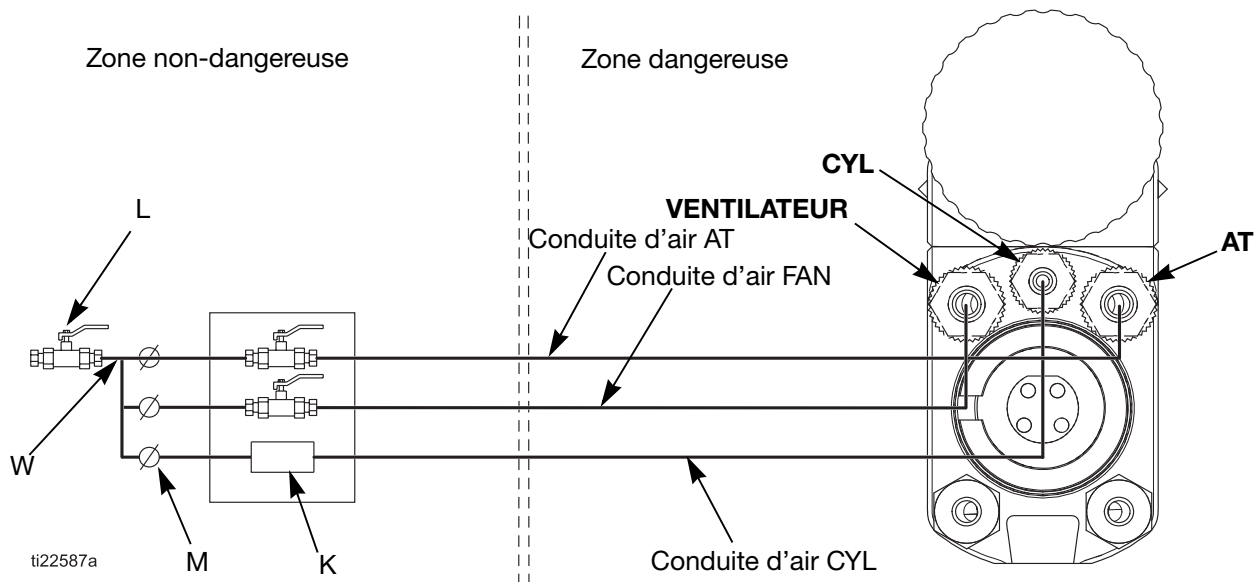

FIG. 11 Schéma des conduites d'air
1. Installer une vanne d'air de type purgeur (L) sur les conduites d'air principales (W), de pulvérisation (FAN) et d'atomisation (AT) pour couper totalement l'alimentation en air du pistolet. Voir FIG. 11.
1. Raccorder les conduites d'air comme illustré à la FIG. 11, page 18.
Raccorder les conduites d'air comme illustré à la FIG. 11, page 18.